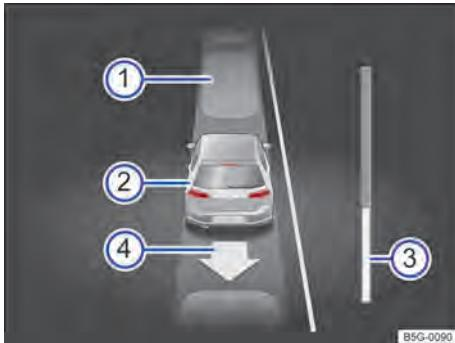

Fig. 145 No display do instrumento combinado: sair da vaga de estacionamento ao longo da pista.
7.	Conduzir em marcha a ré até o sinal de alerta contínuo do Park Pilot, OU: até que apareça a solicitação para conduzir para frente no display do instrumento combinado. A barra de evolução \Rightarrow Fig. 145 ③ serve como exibição para a distância a ser percorrida \Rightarrow Página 212.
8.	Pisar no pedal do freio, até que o movimento do volante do assistente de direção para estacionamento seja finalizado, OU: até que o símbolo selecionar ④ apague no display do instrumento combinado.